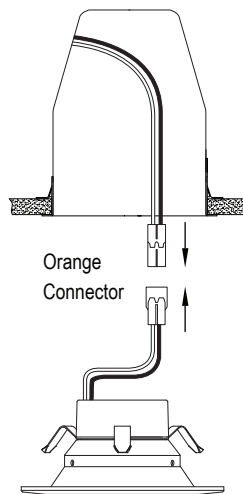

Figure 2.
4. Push fixture gently to ceiling until seated. (Fig 2)
4. Pousser l'appareil prudemment au plafond jusqu'il soit en position. (Fig 2)